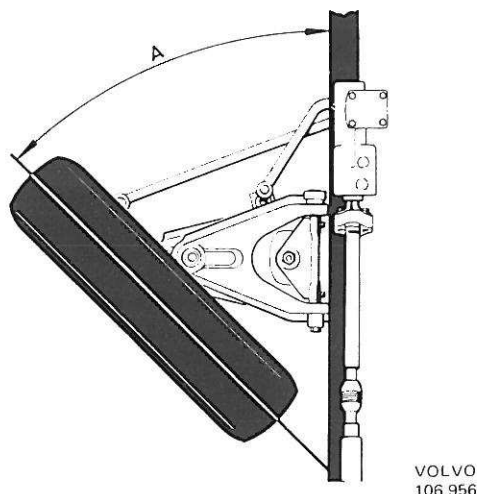

Figure 10. Réglage du braquage maxi des roues avant
1. Tourner la roue gauche vers l'extérieur (virage à gauche) jusqu'à la butée. Vérifier l'angle de braquage en se référant à la figure 10. Si nécessaire, régler cet angle à la valeur requise avec la vis de butée.